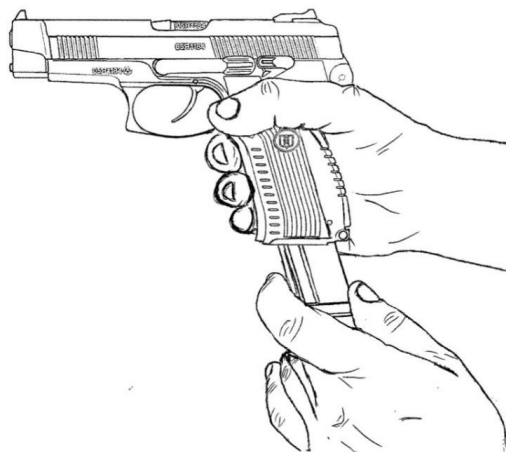

Рис. 49. Извлечение магазина из основания рукоятки
1. Отделить магазин от пистолета, для чего взять пистолет за рукоятку, большим пальцем руки нажать на защелку магазина. Освободившийся из-под зуба защелки магазин отделить свободной рукой от пистолета (рис. 49).